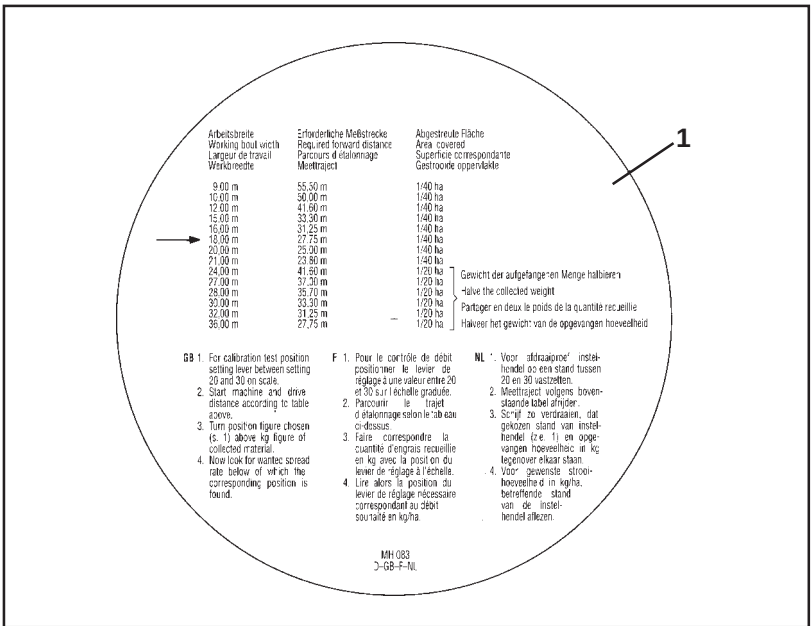

Рис. 7.10
- По таблице (**Рис. 7.10/1**) определите для нужной ширины захвата **18 м** необходимый контрольный участок **27,75 м** для обработанной площади **1/40 га**.